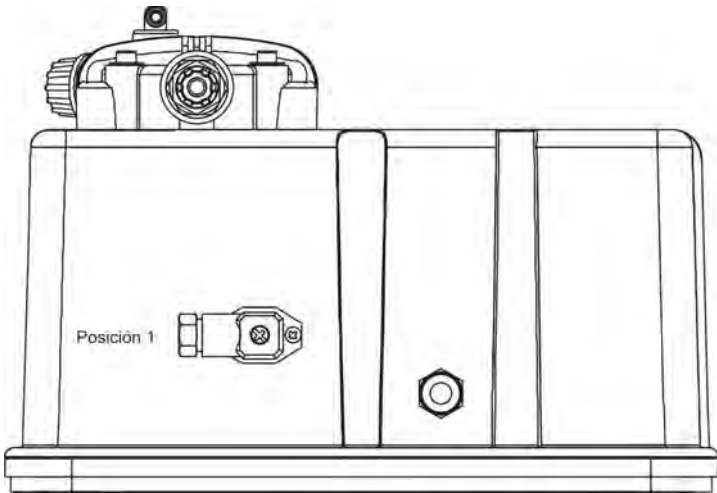

Fig 13
6.4 - ALARMA DE NIVEL (fig. 13)